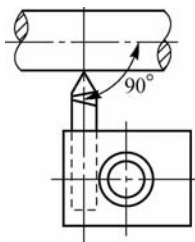

图 5-33 刀杆中心线与进给方向垂直
(2)车刀刀杆中心线应与进给方向垂直,保证车刀有合理的主、副偏角,如图 5-33 所示。